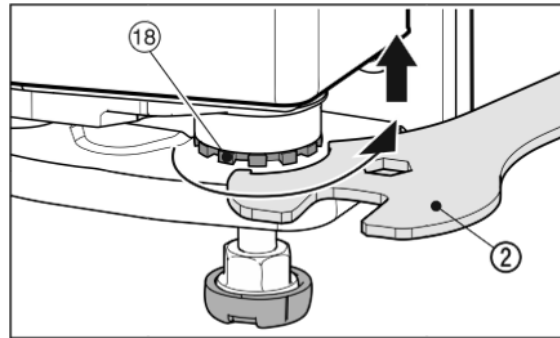

Fig. 18
- ▶ Voor het omhoog tillen van de deur de lagerbout Fig. 18 (18) met de desbetreffende steeksleutel Fig. 18 (2) rechtsonder eruit draaien. Bij de levering is de lagerbout er volledig ingedraaid.